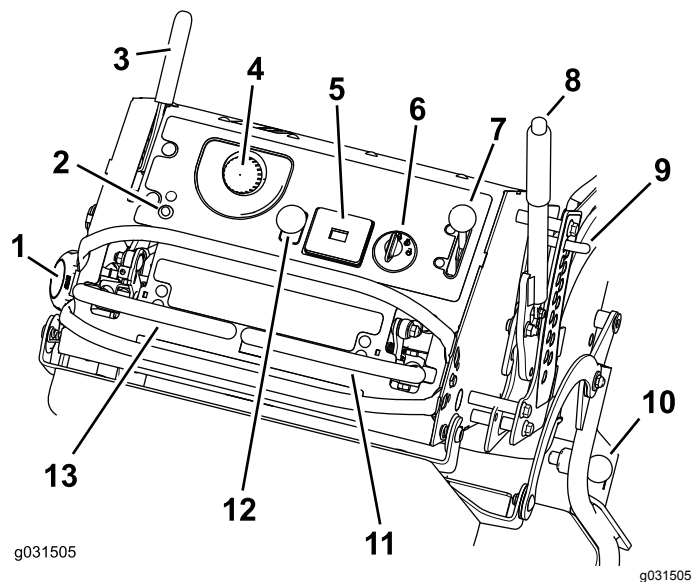

Figura 5
Familiarícese con todos los controles antes de poner en marcha el motor y trabajar con la máquina (Figura 5).
Si se detecta un problema o una avería en el sistema, se enciende el indicador de avería (IA) (Figura 5).
El contador de horas registra el número de horas de operación de la máquina. Funciona cuando el motor está en marcha. Utilice el recuento de horas para programar el mantenimiento regular (Figura 5).
El contador de horas contiene unos símbolos que indican con un triángulo negro si el componente de seguridad está en la posición correcta (Figura 5).
La luz indicadora de la batería se enciende al girar la llave a la posición de CONECTADO, y cuando la carga está por debajo del nivel correcto de operación (Figura 5).
El control del acelerador puede moverse entre las posiciones de **Rápido** y **Lento** (Figura 5).
El mando de control de las cuchillas (TDF) se utiliza para engranar y desengranar las cuchillas del cortacésped (Figura 5).
Las palancas de control de movimiento se utilizan para conducir la máquina hacia adelante, hacia atrás y girarla en ambos sentidos (Figura 5).